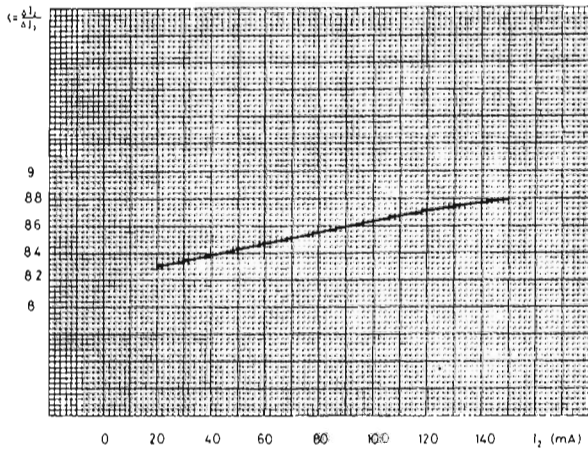

Fig. 7
Voici à la figure 7, une courbe donnant la valeur de k entra dans l'expression (5).